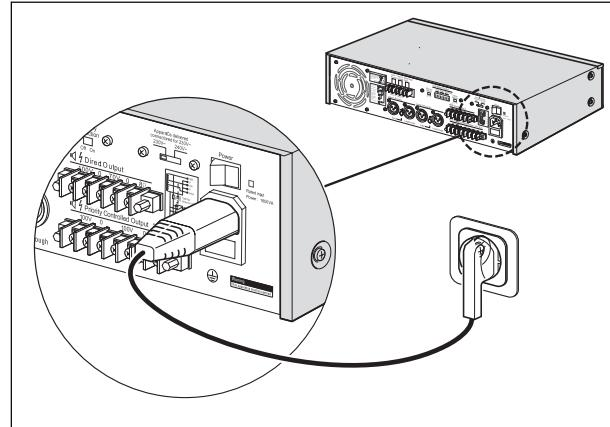
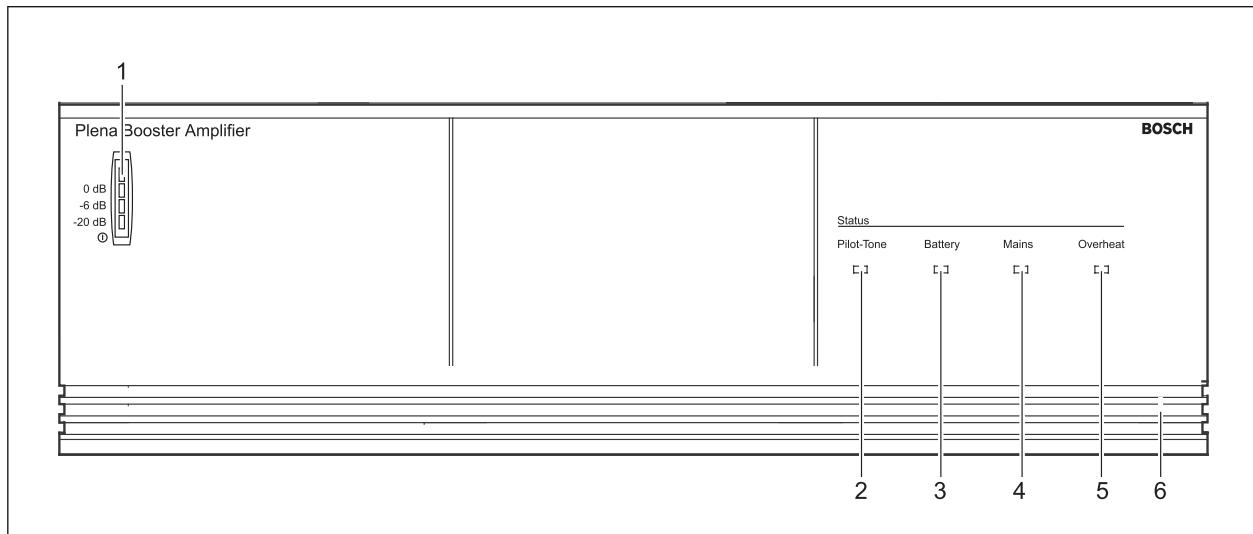

рисунок 5.1: Выключатель питания
рисунок 5.2: Передняя панель
Переключите выключатель питания на задней панели усилителя мощности (см. рисунок 5.1) в положение I. Если сетевое электропитание или резервное электропитание доступны, включится индикатор уровня (1) на передней панели усилителя мощности и покажет уровень выходного сигнала усилителя (см. рисунок 5.2). Если внутренняя температура достигает критического предела из-за недостаточной вентиляции или перегрузки, цепь защиты от перегрева выключает силовой каскад. Если силовой каскад выключен цепью защиты от перегрева, на передней панели загорается индикатор Overheat (5), и подается сигнал на реле сигнализации о неисправности входа. Индикатор Battery (3) загорается, если сетевое питание выходит из строя, и используется резервная батарея.
Переключите выключатель питания на задней панели усилителя мощности (см. рисунок 5.1) в положение О.